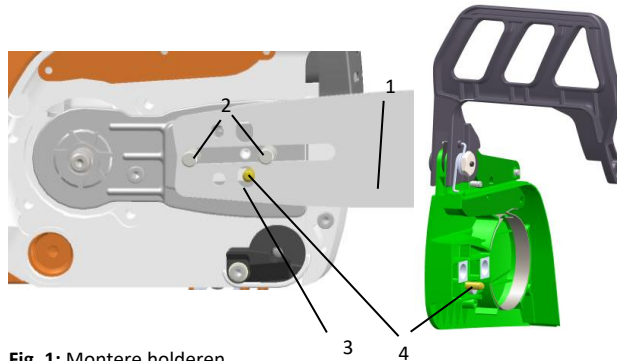

Fig. 1: Montere holderen
- > Sett sverdet (**1** – fig. 1) tilsvarende et sagsverd mellom skruene (**2** – fig.1).
- > Boringen (**3** – fig. 1) i holderen må settes i medbringeren til kjedestrammeren. Denne er avhengig av motorsagtype montert på motorsiden eller i dekselet (**4** – fig. 1).